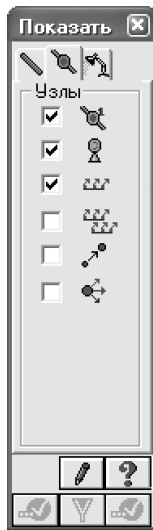

Рис.2.4. Диалоговое окно Показать
- В диалоговом окне **Показать** (рис.2.4) активизируйте вторую закладку **Узлы** и установите флажок **Номера узлов**.
- Для вывода на экран номеров элементов, в диалоговом окне **Показать** (рис.2.4) активизируйте первую закладку **Элементы** и установите флажок **Номера элементов**.